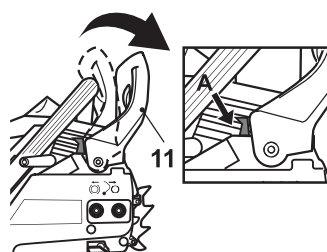

Fig. 20
Poignée de frein (11) enclenchée: la scie s'arrête dès que le frein est enclenché (Fig. 20).
AVERTISSEMENT ! NE PAS laisser la machine fonctionner à pleine vitesse pendant que le frein de chaîne (11) est en position engagée (figure 20). Quand la machine fonctionne à pleine vitesse avec le frein de chaîne engagé, le frein de chaîne provoque beaucoup de chaleur par frottement et il peut fondre et endommager la machine.